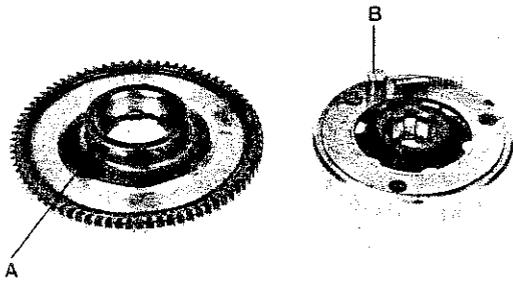

Fig. 100
- 7) Se necessario, separare il corpo della ruota libera dall'ingranaggio (A - Fig. 100), mettendo in luce i componenti: rulli, pistoncini e mollette (B).
- 7) Remove the starting motor clutch body from the gear (A - Fig. 100), removing also the rollers, plungers and springs (B), if necessary.
- 2) I rulli (B - Fig. 100) e la pista di lavoro (A - Fig. 100) non devono presentare segni di usura.
- 2) The rollers (B - Fig. 100) and the inner race (A - Fig. 100) should not show traces of wear.